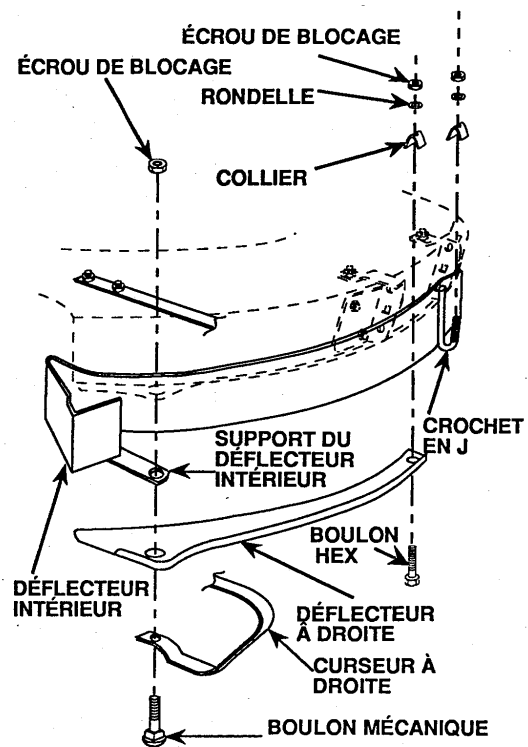

FIGURE 4
3. Placez le déflecteur à droite (Fig. 4) entre le support du déflecteur intérieur et le curseur à droite. Fixez le curseur à droite au déflecteur à droite, au déflecteur intérieur, et au carter de tondeuse en utilisant un boulon mécanique de 5/16 et un écrou de blocage de 5/16.
- B. Placez le collier au-dessus du trou dans le déflecteur à droite (Fig. 4). Placez le sommet du boulon de 1/4 po. au-dessous du déflecteur à droite et fixez-le en utilisant une rondelle de 1/4 po. et un écrou de blocage de 1/4 po.